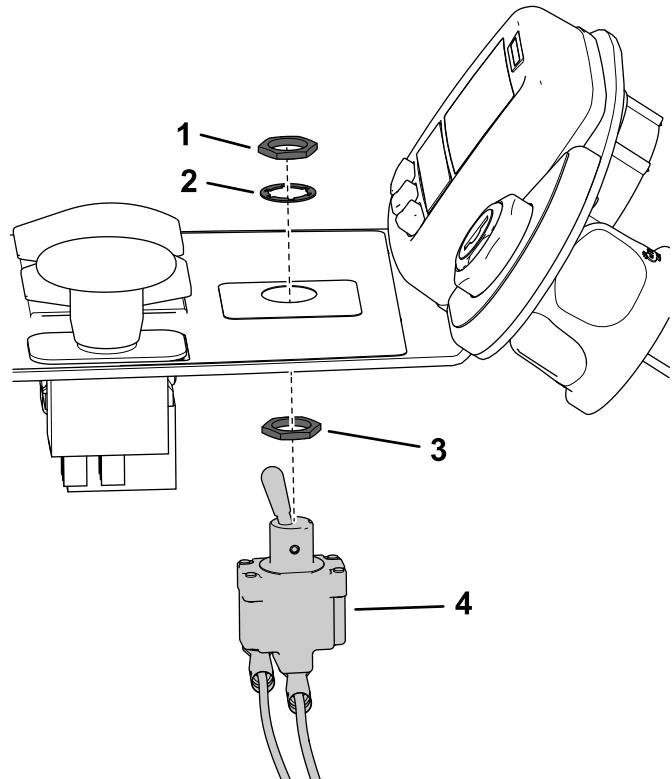

Figura 21
8. Instale o interruptor com ação de cotovelo no orifício com 13 mm a partir da parte inferior da consola; consulte Figura 21 para obter orientação correta da porca de bloqueio e anilha.